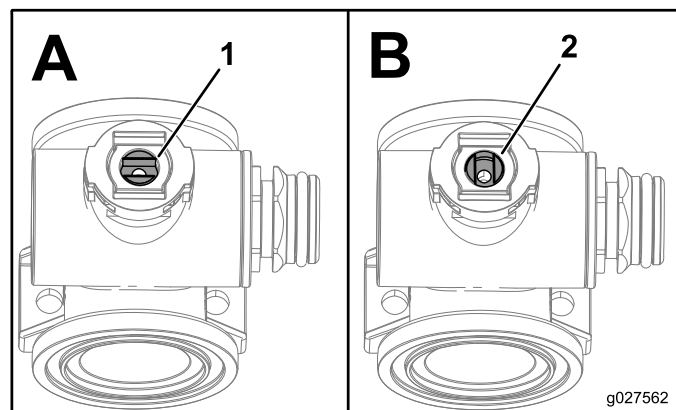

Figura 5
Nota: Asegúrese de que el conjunto del vástago de la válvula está en la posición de abierto (Figura 5, A).
11. Gire el conjunto del vástago de la válvula a la posición de cerrado (Figura 5, B).